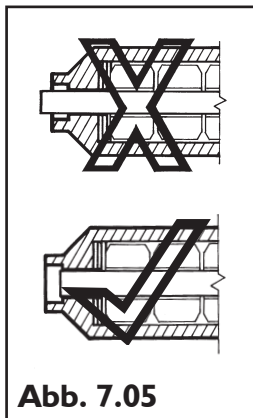

Abb. 7.05
- Vor dem Einführen einer Kartusche in die Kammer sicherstellen, dass der Schlagbolzen vollständig zurückgezogen ist. Falls dies nicht der Fall ist, das Gerät nicht verwenden, da die Betäubung mit reduzierter Leistung erfolgt und damit wirkungslos sein kann. (siehe Abb. 7.05)
- Durch Sichtprüfung gewährleisten, dass der Bolzen vor dem Auslösen vollständig zurückgezogen ist (siehe Abb. 7.05).